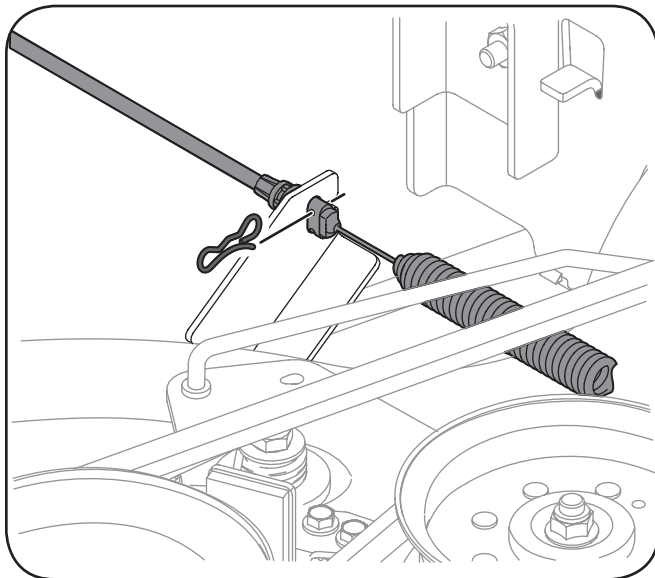

Figura 7-4
9. Extraiga con cuidado el cable de la potencia de arranque (PTO) de la parte posterior de la plataforma de corte retirando el pasador de horquilla que lo fija. Retire el resorte del soporte de polea loca de la plataforma. Vea la Figura 7-4.